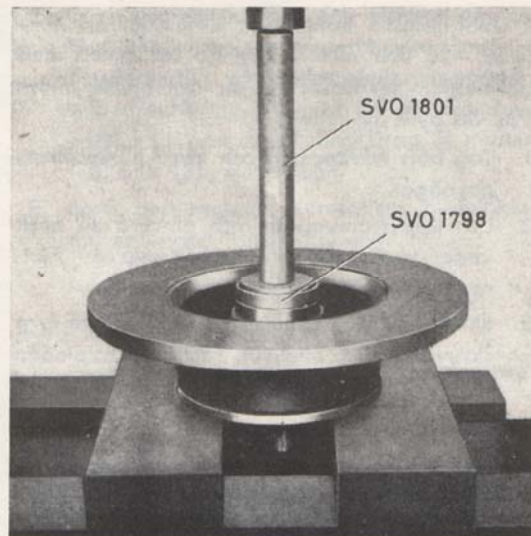

Bild 19. Montering av tätningring.
7. Placera inre lagret på sin plats i navet. Pressa i tättningsringen med dorn SVO 1798 jämte standardskaft SVO 1801 (bild 19).